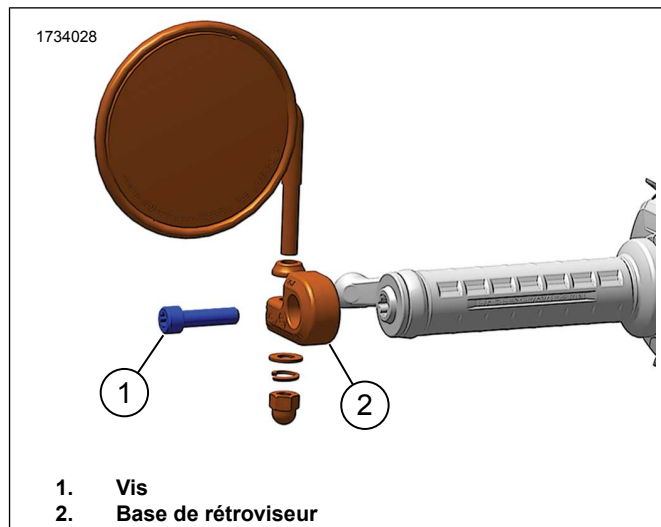
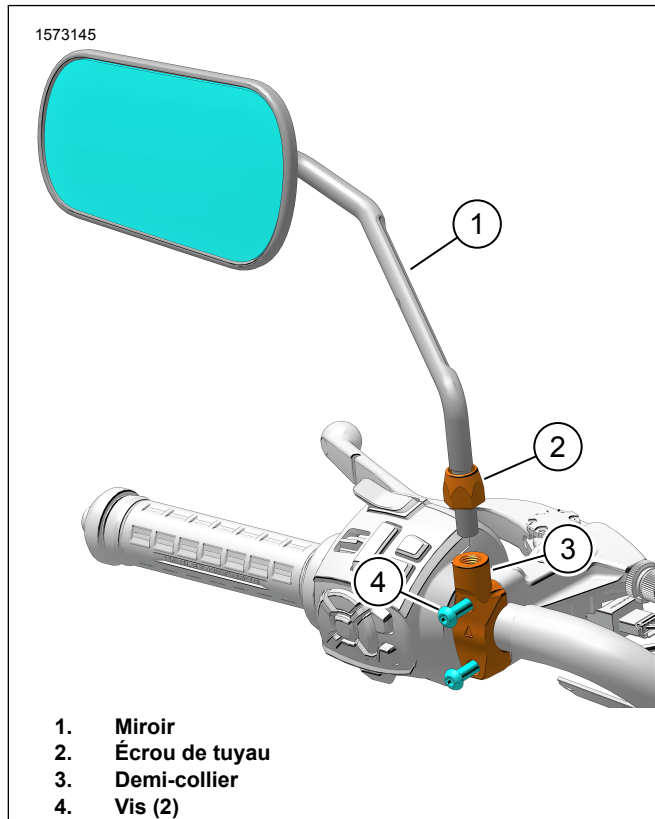

Figure 2. Rétroviseur de rallonge de guidon.
Figure 3. Ensemble de miroir (typique)
1. Figure 2 Retirer Équipement d'origine (OE) le rétroviseur d'embout de guidon.
- a. Retirez et jetez les vis (1).
- b. Retirer et jeter la base de rétroviseur (2).
3. Figure 3 Retirez OE les vis (4) du demi-collier (3) de l'embrayage et du maître-cylindre avant. Conservez les vis (4) pour un usage ultérieur.
1. Figure 3 Desserrez l'écrou de rétroviseur (2) et retirez le rétroviseur.
1. Figure 3 Installer le **nouveau** demi-collier (3).
3. Installer les vis (4). Ne pas serrer complètement.
- a. Positionner et serrer complètement la vis supérieure (4).
1. Figure 3 Installez le rétroviseur.
- a. Installer l'écrou du miroir (2) sur la tige du miroir jusqu'à ce qu'il soit positionné et desserré.
- b. Installer lâchement le miroir (1) dans le demi-collier (3).
- c. Ajuster la position de la tige du miroir (1).
- d. Serrer l'écrou du miroir (2) contre le demi-collier (3).